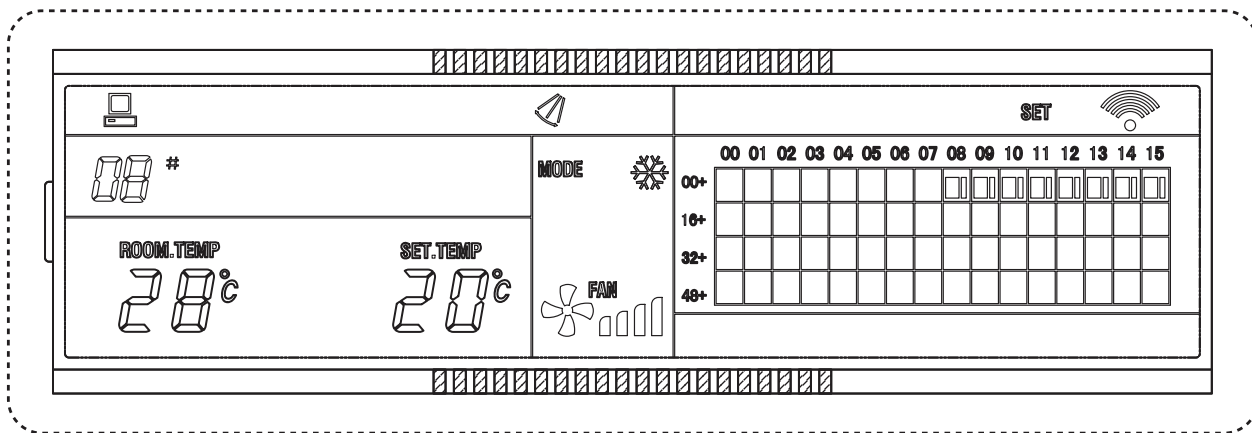

Рисунок 8
3. Описание страницы настройки (см. рис. 8)